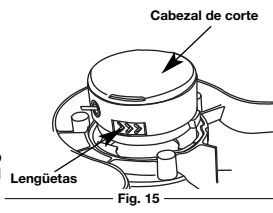

Fig. 15
- Saque la tapa del cabezal de corte presionando hacia adentro ambas lengüetas que quedan visibles a cada lado del cabezal de corte (Fig. 15).
7. Inserte el extremo de la línea a través del ojete en el carrete exterior (Fig. 15).
1. Quite la tapa del cabezal de corte presionando hacia adentro en ambas lengüetas de las tapas del cabezal de corte que se ven a cada lado de la bobina exterior (Fig. 15).